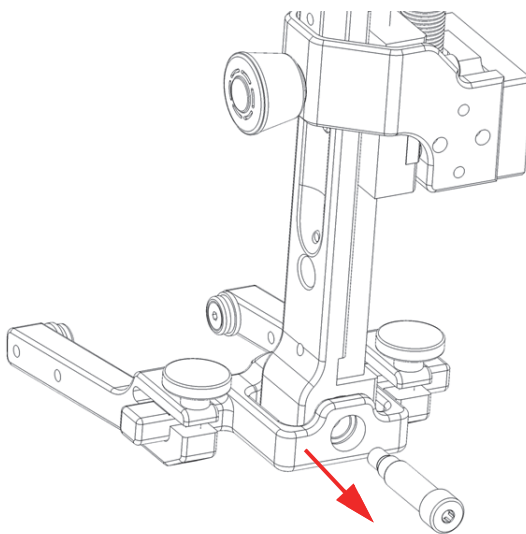

Figura 5-3 Rimozione della vite posteriore
1. Usando una chiave a brugola da 2,5 mm, svitare e rimuovere la vite posizionata nella parte posteriore della traversa rotante della staffa (Figura 5-3 a pagina 82).